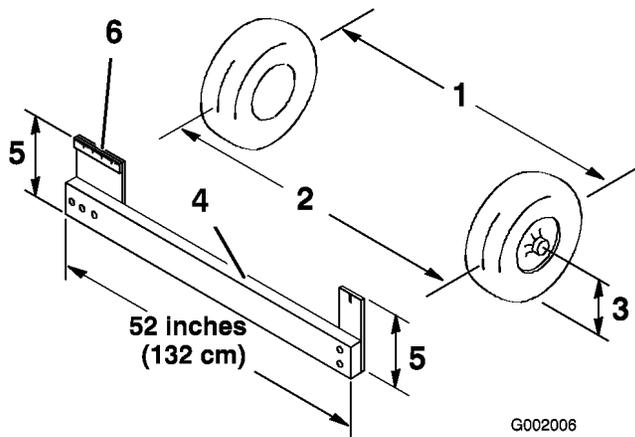

Figura 59
- Meça a distância entre os pneus dianteiros à altura do eixo na zona dianteira e traseira dos pneus dianteiros (Figura 59). É necessário um objecto imóvel ou um medidor de alinhamento para a medição traseira dos pneus dianteiros à altura do eixo. Utilize o mesmo objecto ou medidor de alinhamento para obter uma medição precisa da dianteira dos pneus dianteiros à altura do eixo (Figura 59).